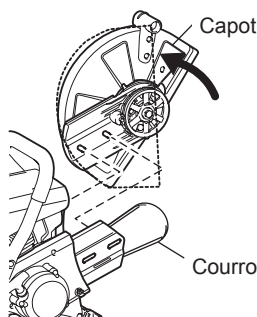

Fig. 2
- Faites pivoter le capot en position asymétrique. Retirez la courroie en V, puis le dispositif de coupe. Remplacez la poignée. (Fig. 2)